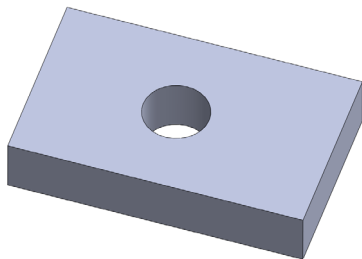

图 5-22 创建拉伸切除特征
(3) 单击【确定】按钮，即可创建拉伸切除特征，效果如图5-22所示。